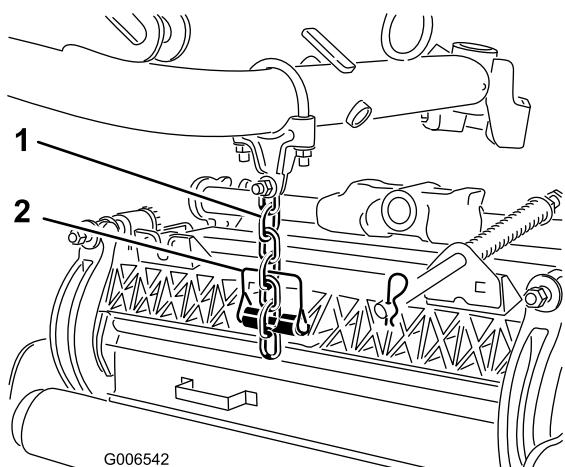

図 15
- スナッパピンを使って、昇降アームのチェーンをカッティングユニットのチェーンブラケット図15に、以下の手順で固定する。